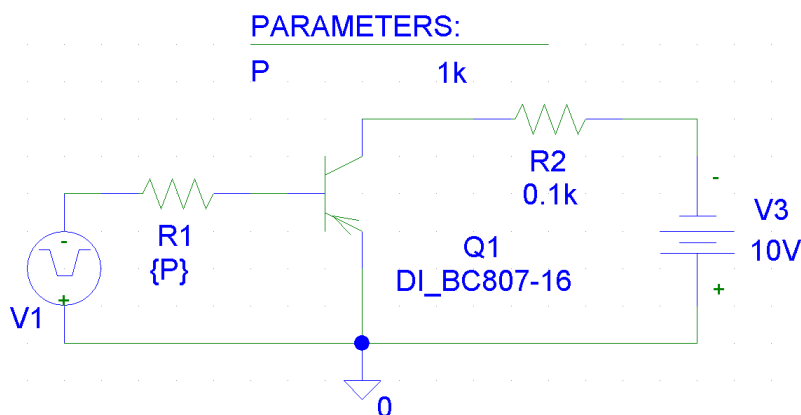

Рисунок 5.10 – Схема измерения переходных характеристик
**5.5.1** Создать новый проект и в PSpice Schematics подготовить схему измерения переходных характеристик (рис. 5.10). В качестве источника входного воздействия взять источник VPULSE, параметры источника приведены в табл. 5.1.